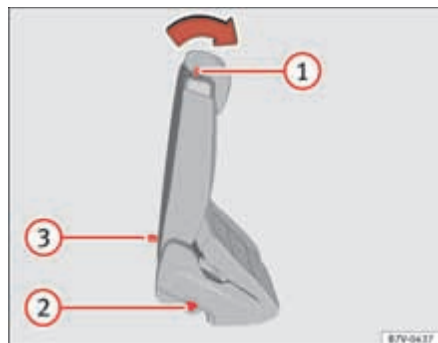

Fig. 81 Segunda fila de asientos: mandos de la ayuda de acceso.
- Si los hubiera, retire los objetos situados en la zona reposapiés de la segunda fila de asientos ⇒ ①.
- Empuje la palanca ⇒ fig. 81 ① hacia delante y abata el respaldo del asiento trasero. El asiento trasero se abate por completo hacia delante ⇒ ⚠ y todavía se puede desplazar más longitudinalmente hacia delante.
- El asiento trasero debe quedar bien encastrado para poder garantizar el efecto protector de los cinturones de seguridad en las plazas del asiento trasero. La marca roja ⇒ fig. 81 ② no deberá verse ⇒ ⚠ en “Plegar los asientos traseros como superficie de carga”, página 135.
Si la palanca ⇒ fig. 81 ① no funciona, por ejemplo, después de un accidente, desde la tercera fila se pueden plegar hacia delante los asientos de la segunda fila para facilitar la salida desde la tercera fila de asientos ⇒ ⚠.
- Tire del asa ⇒ fig. 81 ③ hacia atrás y abata el respaldo del asiento trasero. La banqueta completa se pliega hacia delante ⇒ ⚠.
- Una marca roja en el lado del asiento ⇒ **página 128, fig. 81** ② advierte de que el respaldo no está encastrado. Cuando el respaldo encastra correctamente, la marca no es visible.